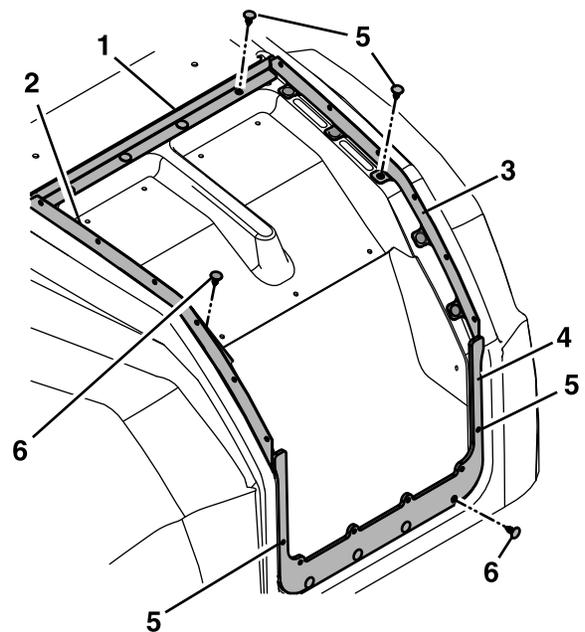

Figura 4
3. En capós del estilo antiguo es necesario instalar los soportes de montaje izquierdo, derecho y delantero y la placa trasera. Utilice los tapones de plástico como se muestra en la Figura 4 para montar los soportes en el capó. Usando una broca de 1/4", perfore dos orificios a través del capó existente como se muestra en la Figura 4; instale los tapones de plástico.